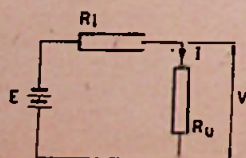
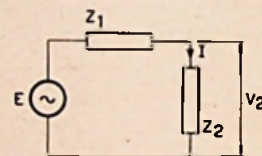
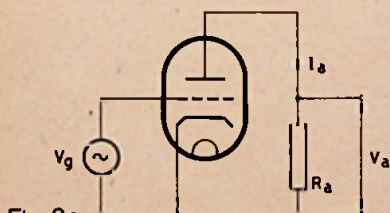
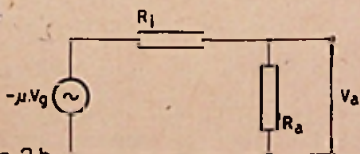

Fig. 1a
Fig. 2a
Fig: 3a
Fig: 3b
In fig. 1a is aangegeven een gelijkspanningsbron met electromotorische kracht E en inwendige weerstand R_i , die een stroom I levert aan een uitwendige weerstand R_u . De meest voor de hand liggende vraag, die men bij deze schakeling zou kunnen stellen is: bereken de stroomsterkte I in de keten en de grootte van het spanningsverlies V in de uitwendige weerstand
Het is dus blijkbaar geoorloofd de schakeling volgens fig. 1a te vervan-
Er is geen enkele reden waarom het voorgaande niet meer zou gelden, indien de gelijkspanningsbron in fig. 1a wordt vervangen door een wisselspanningsbron en de ohmse weerstanden R_i en R_u door twee wisselstroomweerstand (impedanties) Z_1 en Z_2 , zoals aangegeven in fig. 2a. Overeen-
Deze schema-transformatie, waarbij een gegeven spanningsbron wordt vervangen door een equivalente stroombron, heeft vooral nut, indien men te maken heeft met buisschakelingen. Een eenvoudig voorbeeld daarvan is aangegeven in fig. 3a. We hebben hier een triode, waarvan in de ben hier een triode, waarvan in de plaatkring een anodeweerstand R_a is plaatkring een anodeweerstand R_a is geschakeld en in de roosterkring waarvan een wisselspanning V_g werkzaam is (de voedingsspanningen van
Men ziet, dat formule (6) van dezelfde gedaante is als formule (2) die betrekking heeft op de schakeling aangegeven in fig. 1a. Blijkbaar mogen we de buisschakeling volgens fig. 3a opvatten als een wisselspanningsgenerator met een emk ter grootte van $-\mu \cdot V_g$ en met een inwendige weerstand R_i , die een wisselstroom I_a levert aan de anodeweerstand R_a . Dit is aangegeven in fig. 3b.
Overeenkomstig het in het voorgaande gegeven „recept“ kunnen we nu verder de spanningsgenerator met emk $-\mu \cdot V_g$ die in fig. 3b is aangegeven, vervangen door een stroomgenerator die een stroom ter grootte van